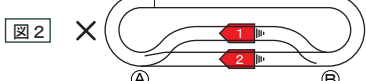

図2
- ② 図2のように、ポイントA・Bがそれぞれ曲線側・直線側時に走行し、ポイントAのところでぶつかってしまいます